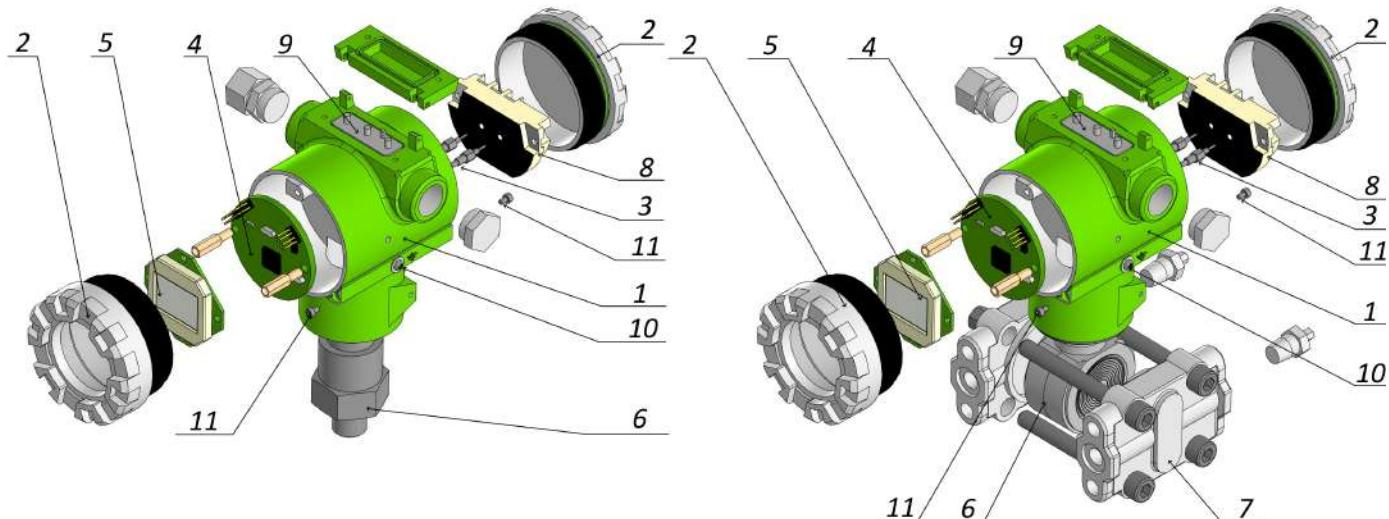

Рисунок 2 – Устройство датчиков давления
Датчик давления состоит из преобразователя давления и электронного блока (Рисунок 2). Корпус электронного блока (1) крепится на резьбовой части преобразователя давления (6). В электронном блоке размещены: электронная плата (4), крышки с уплотнениями (2), модуль ЖКИ (5), RFI фильтры (3), клеммная колодка (8), кнопки настройки датчика (9), винт наружного заземления корпуса (10), винты фиксации крышек корпуса (11). Над клеммной колодкой расположен винт обозначенный специальным знаком заземления, который может быть использован для подсоединения экрана при применении экранированного кабеля.
Преобразователь давления (6) и фланцы (7) (Рисунок 2) в стандартном исполнении изготавливаются из нержавеющей стали 316L, также доступно исполнение, выполненное из Хастелоя НС-276. Материалы деталей, контактирующие с измеряемой средой, указаны в Таблицах 1.1-1.4.